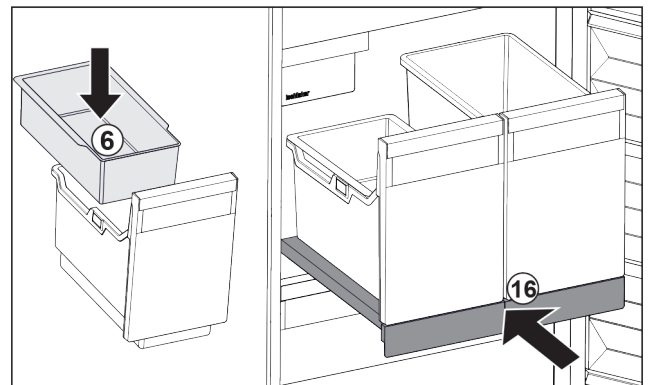

Fig. 106
- ▶ Colocar la bandeja suspendida *Fig. 106 (6)* para cubitos de hielo.
- ▶ Introducir el estante extraíble con recipiente (IceTower). *Fig. 106 (16)*